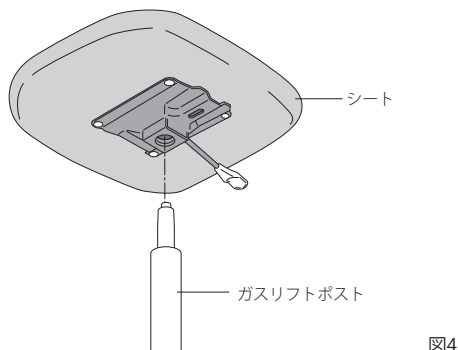

図4
3. 両方の手でシートを持ち、図のようにガスリフトポストにしっかりと挿入します。(図4)